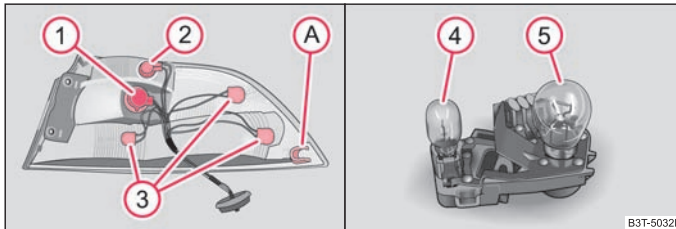

Abb. 215 Äußerer Teil der Heckleuchteinheit: Lampen / innerer Teil der Heckleuchteinheit: Lampen
- Zum Wiedereinbau führen Sie zuerst die Heckleuchteneinheit mit der Aufnahme **(A)** \Rightarrow Seite 259, Abb. 215 nach vorn auf einen Bolzen an der Karosserie.
- Zum Wechseln einer Lampe des Rückfahrcheinwerfers (4) ⇒ Abb. 215 ziehen Sie die defekte Lampe aus der Fassung heraus und setzen Sie eine neue ein.
- Zum Wechseln der Lampe der Nebelschlussleuchte (5) ⇒ Abb. 215 drehen Sie die defekte Lampe bis zum Anschlag nach links und nehmen Sie diese heraus.
Einbaulage der Lampen in der äußeren Heckleuchteinheit ⇒ Abb. 215 - links.
Einbaulage der Lampen in der inneren Heckleuchteinheit ⇒ Abb. 215 rechts.